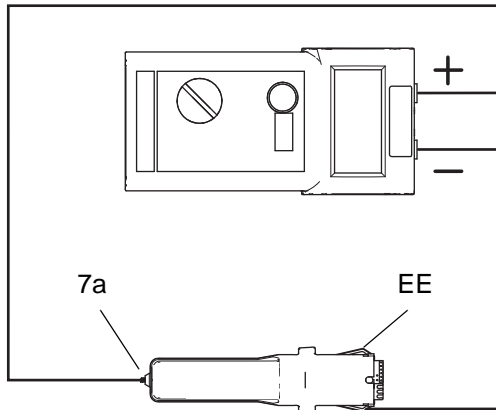

FIG. 22. Güç Kaynağı Direncinin Test Edilmesi
1. Güç kaynağını (7) sökün, sayfa 47.
2. Türbin alternatörünü (8) güç kaynağından ayırın, sayfa 48.
3. Güç kaynağının topraklama şeritleri (EE) ile yay (7a) arasındaki direnci ölçün. Bkz. FIGURE 22.